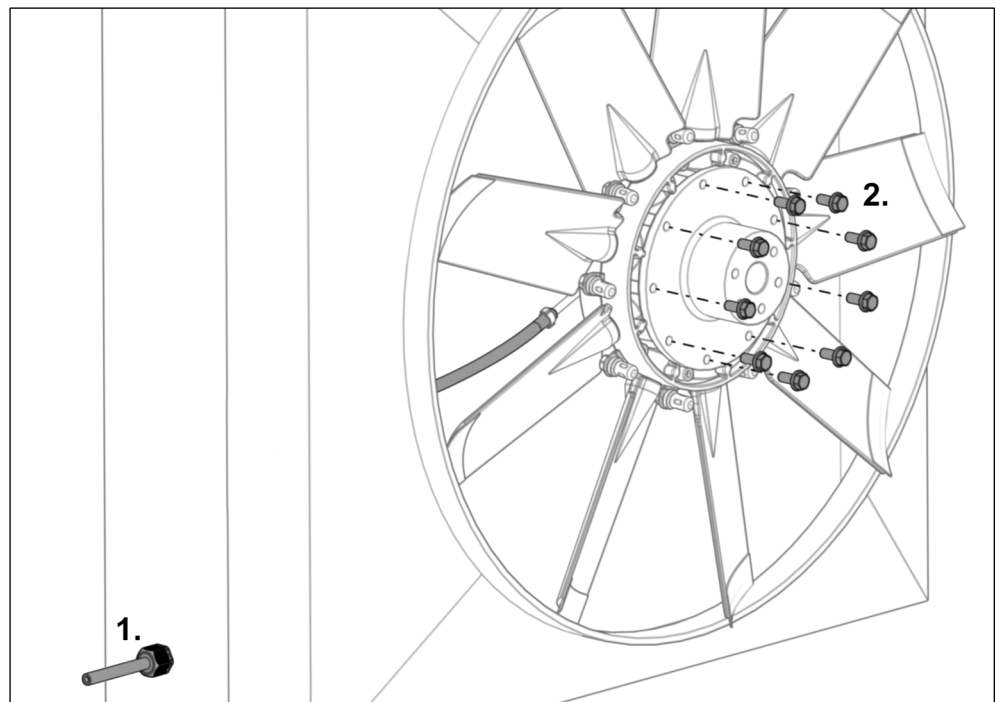

Fig. 29
- 20)** Condurre il tubo flessibile pneumatico attraverso il fermacavo (vedi Fig. 29 Fase 1).
- 22)** Avvitare manualmente le viti con dente di arresto in dotazione (vedi Fig. 29 Fase 2).